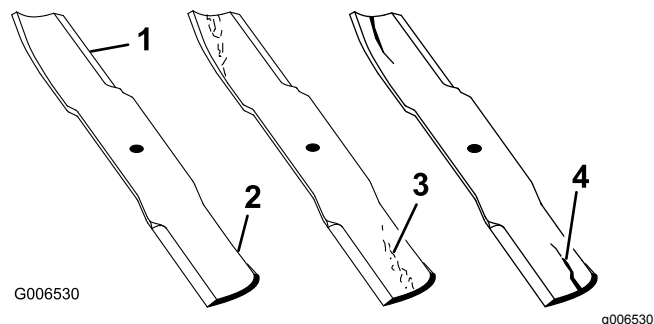

Figura 42
1. Inspeccione los filos de corte (Figura 42). Si los bordes no están afilados o tienen mellas, retire las cuchillas y afílelas; consulte Cómo afilar las cuchillas.
2. Inspeccione las cuchillas, especialmente la parte curva (Figura 42). Si observa daños,
desgaste o la formación de una ranura en esta zona (Figura 42, 3 y 4), instale inmediatamente una cuchilla nueva.